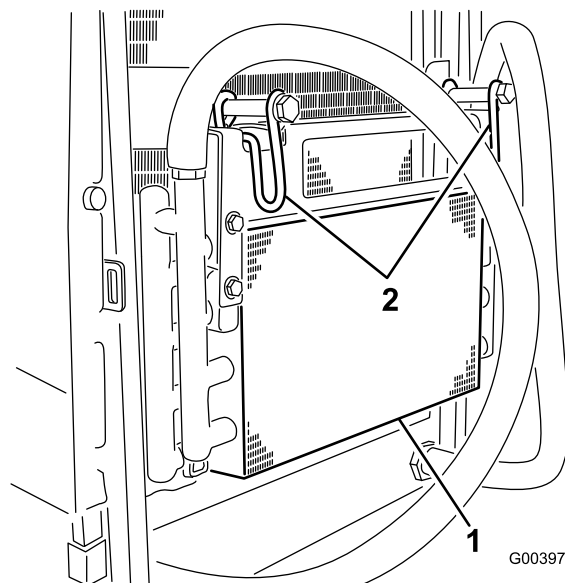

Figura 58
5. Girate i fermi verso l'interno per rilasciare il radiatore dell'olio (Figura 58).